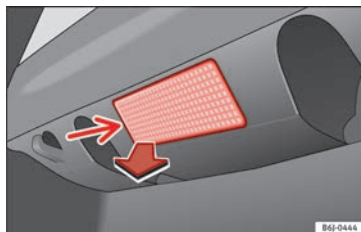

Fig. 205 Éclairage du coffre à bagages.
- Retirez la tulipe en faisant pression sur le rebord de la partie intérieure de celle-ci (flèche) à l'aide d'un tournevis plat » **fig. 205**.